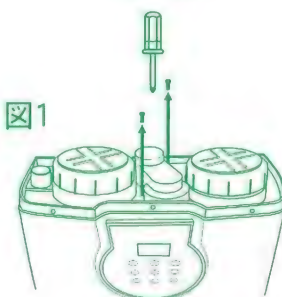

図2
5. 図2のように、リード線のコネクターのツメを矢印の方向に押しながら上へ引き上げるとコネクターが外れます。